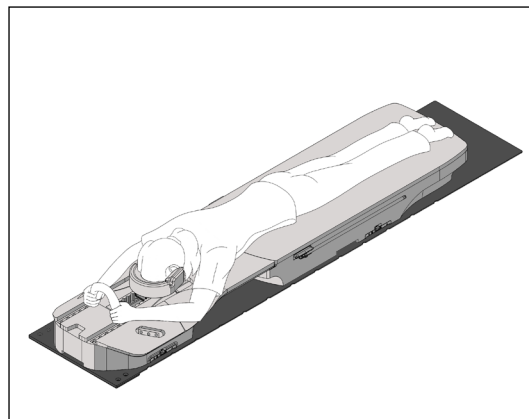

Fig. 14
5. När patienten är i rätt position, placera patientens huvud i huvudstödet och be patienten fatta tag i lämpliga handtag. (Fig. 14)